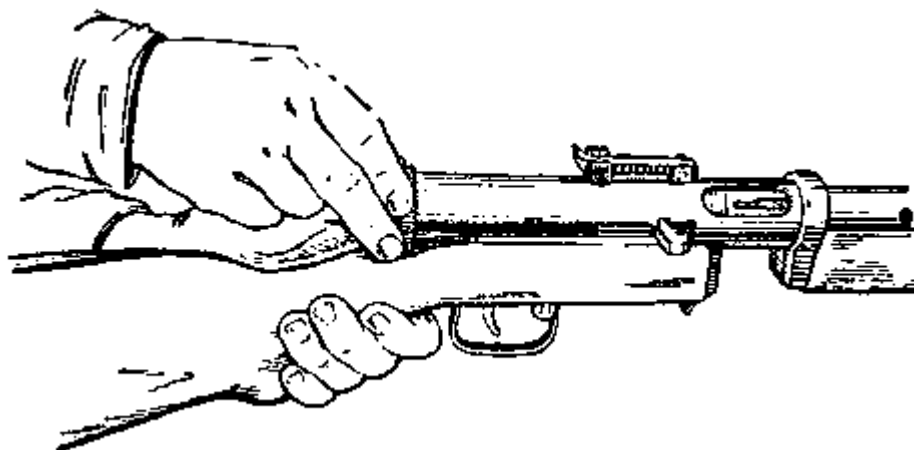

Рис. 2. Отвинчивание затыльника
2. **Отвинтить затыльник**, для чего, удерживая пистолет-пулемет левой рукой за шейку приклада, правой рукой свинтить о короба затыльник (рис. 2), после чего отделить его вместе с возвратно-боевой пружиной от короба и снять пружину со стержня; при отвинчивании затыльника поддерживать его большим пальцем левой руки во избежание срыва последней нитки резьбы.